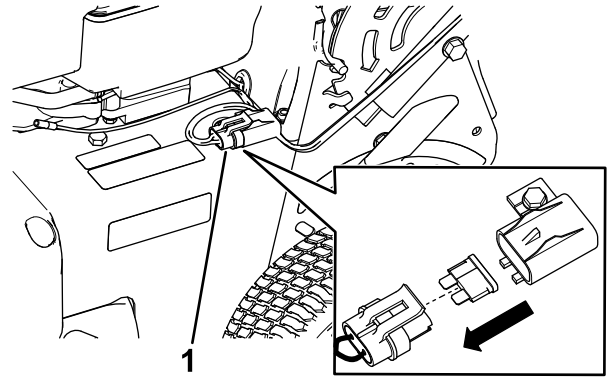

Bild 33
1. Öffnen Sie die abgedichtete Sicherungsfassung und wechseln Sie die Sicherung aus (Bild 33).